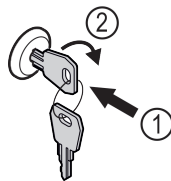

Fig. 159
- ▶ Iespiediet atslēgu. Fig. 159 (1)
- ▶ Grieziet atslēgu par 90° pulksteņrādītāja virzienā. Fig. 159 (2)